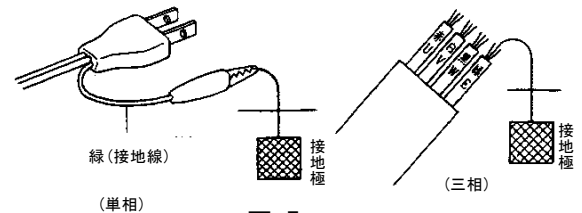

図 7
- 単相の場合は図 7 のワグクリップを利用して接地してください。
- 三相の場合は図 7 に示すように四芯のうち緑色の線（ラベル E）を接地してください。また緑色を絶対に電源につながないでください。接地は電気設備技術基準に従って、確実に行ってください。